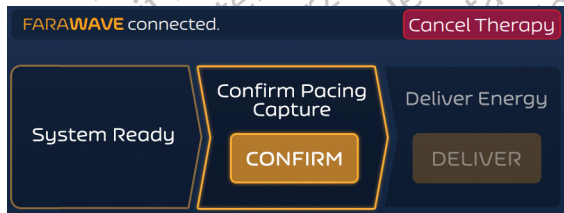

Abbildung 15. Therapiebildschirm – Synchroner Modus – Stimulation bestätigen
4. Drücken Sie bei eingeschalteter Stimulation und bestätigter Erfassung die Schaltfläche PREPARE (Vorbereiten), um den FARASTAR PFA-Generator zu initialisieren. Nachdem die Vorbereitung abgeschlossen ist, wird die Schaltfläche CONFIRM Pacing Capture (Erfassung der Stimulation BESTÄTIGEN) aktiviert (siehe Abbildung 15).